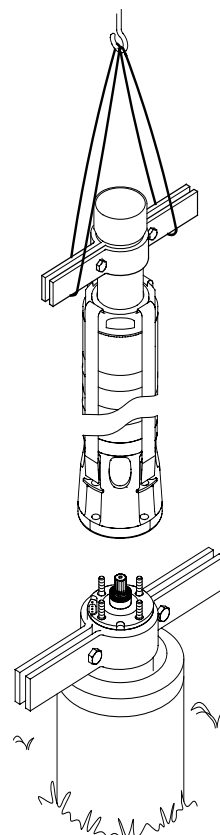

Fig. 19 Lyft pumpen på plats
3. Lyft pumpdelen i rörklammorna monterade på utloppsröret, se fig. 19.